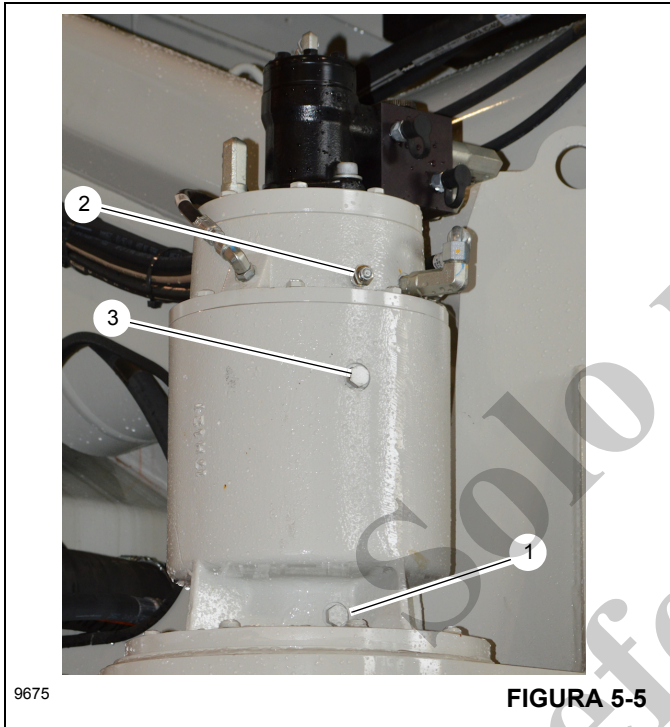

FIGURA 5-5
1. Retire el tapón de vaciado (1, Figura 5-5) y el tapón con respiradero (2) para vaciar el aceite del mecanismo.
3. Instale el tapón de vaciado (1). Inspeccione y sustituya el anillo “O”, si es necesario.
4. Retire el tapón de nivel/llenado de aceite (3). Llene el mecanismo de giro con 2.4 l (2.5 qt) del tipo de aceite correcto y luego instale el tapón con respiradero (2) y el tapón de nivel/llenado (3). Inspeccione y sustituya los anillos “O”, si es necesario. Consulte *Puntos de lubricación*, en la página 5-4 en este manual.